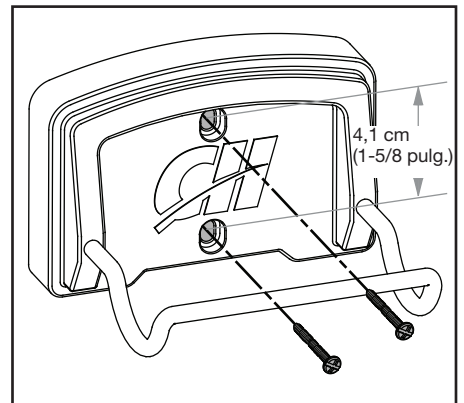

Figura 3 - Montaje de pared
4. Una vez ubicado el montante, marque ambos orificios en la pared, usando el gancho para pared (4,1 cm [1-5/8 pulg.] centro sobre centro). Vea la figura 3.